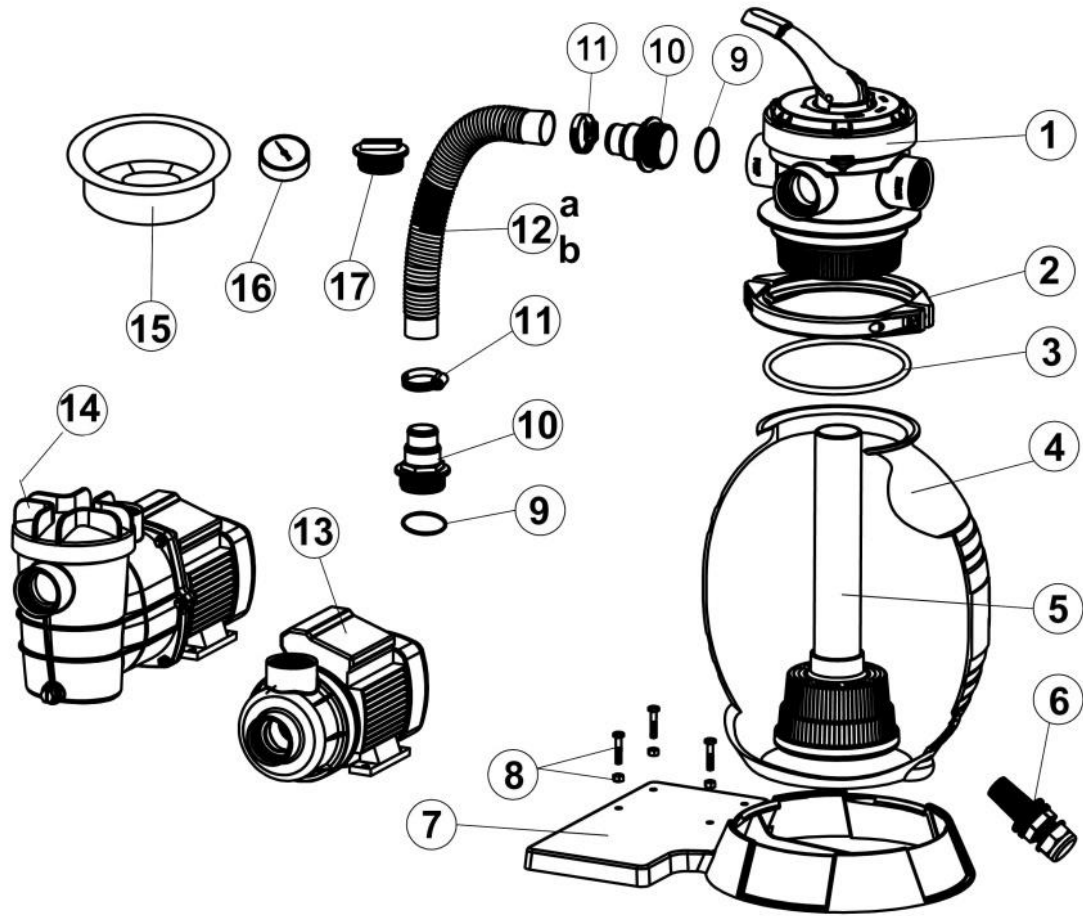

Fig. 9
Las cifras a continuación se refieren a las vistas detalladas de las Fig. 9, 10, 11 y 12 del apartado 11. Hay que comprobar y limpiar a intervalos regulares la cesta del filtro (Fig. 9 n.º 5) dentro del recipiente del filtro de arena y el prefiltro de la bomba (Fig. 12 n.º 22) del SPF 250 F y 370 F.
1. Quite la válvula de 4 vías (Fig. 9 n.º 1).
3. Una vez retirado el contenido de arena, suba y extraiga la cesta del filtro junto con el tubo de flujo de salida (Fig. 9 n.º 5).
5. El montaje se realiza en sentido inverso. Compruebe la junta de la válvula de 4 vías (Fig. 9 n.º 3).
7. Vuelva a colocar la cesta del filtro con el tubo de flujo de salida (Fig. 9 n.º 5).